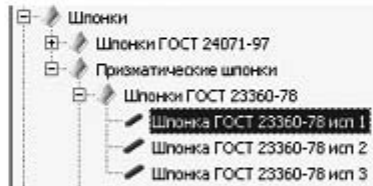

Рис. 3.35. Выбор и раскрытие раздела Шпонки
7. В дереве окна раскройте ветвь Шпонки щелчком на значке «+» слева от ее названия (рис. 3.35).